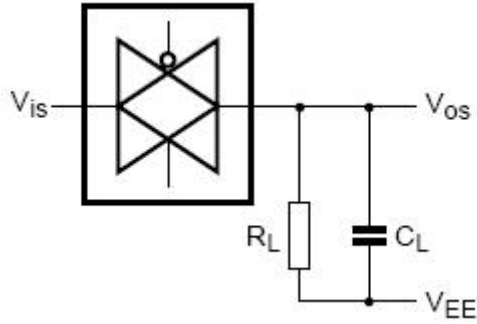

图7、方波失真度、关断频率和导通频率测试图
- $R_L = 1\text{ k}\Omega$ ;  $C_L = 5\text{ pF}$ , 通道关断,  $20\log V_{os}/V_{is} = -50\text{ dB}$ , 见图7
- $R_L = 1\text{ k}\Omega$ ;  $C_L = 5\text{ pF}$ , 通道开,  $20\log V_{os}/V_{is} = -3\text{ dB}$ , 见图7